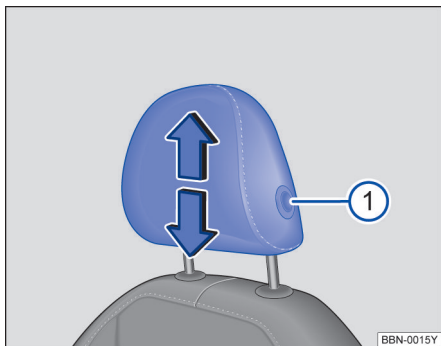

图 59 调整前排头枕
- 按住按钮⇒图 59①，同时沿箭头方向上推或下压头枕即可将头枕调整至合适高度⇒▲。